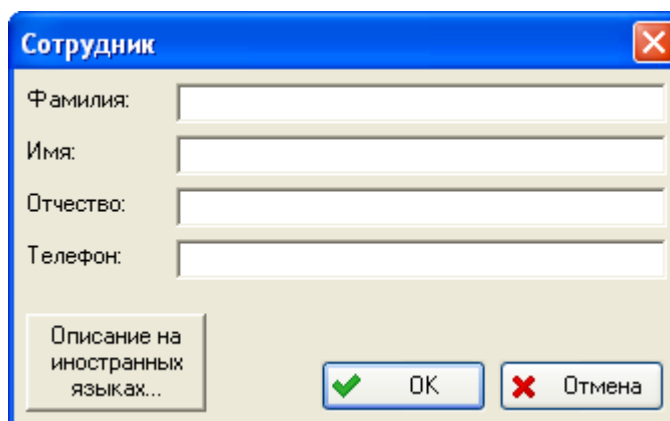

Рис. 4-36
- В появившемся окне **Сотрудник** введите фамилию, имя, отчество и контактный телефон сотрудника организации (рис. 4-36).